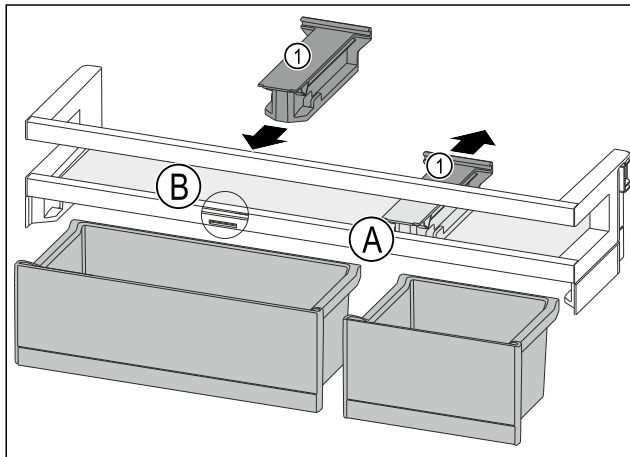

Fig. 89
- ▶ Pridrži dio Fig. 89 (1) u položaju Fig. 89 (A) skinite prema natrag.
- ▶ Pridrži dio Fig. 89 (1) umetnite u položaj Fig. 89 (B).